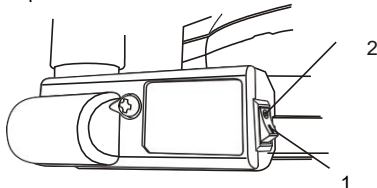

Fig. 8
Para encender el láser, presione el lado izquierdo del interruptor láser (1) (Fig. 8). Para APAGAR el láser, presione el lado derecho del interruptor láser.